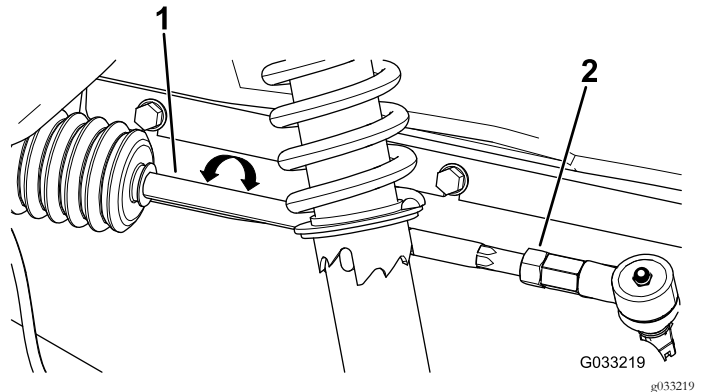

Bild 13
2. Wenn der Wert nicht zwischen 0-6 mm liegt, lösen Sie die Klemmmutter am äußeren Ende der Spurstangen (Bild 13).